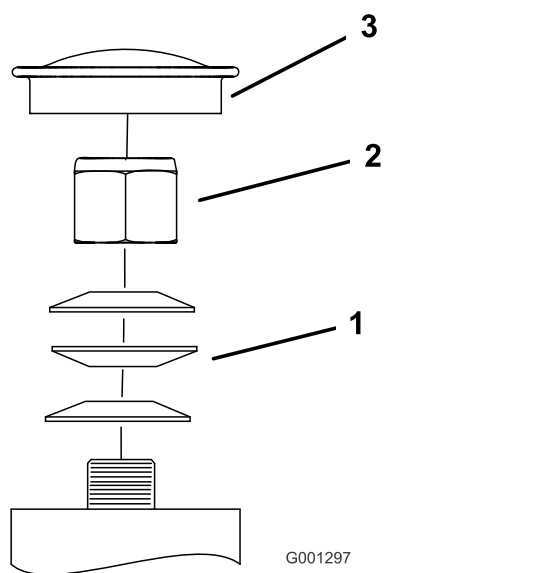

Figure 42
3. Déposez le couvre-moyeu de la roue pivotante et serrez le contre-écrou (Figure 42).
4. Continuez de serrer le contre-écrou jusqu'à ce que les rondelles élastiques soient aplaties, puis desserrez-le d'un quart de tour pour obtenir la précharge correcte des roulements (Figure 42).
Important: Veillez à placer les rondelles élastiques correctement, comme montré à la **Figure 42**.
5. Reposez le couvre-moyeu (Figure 42).